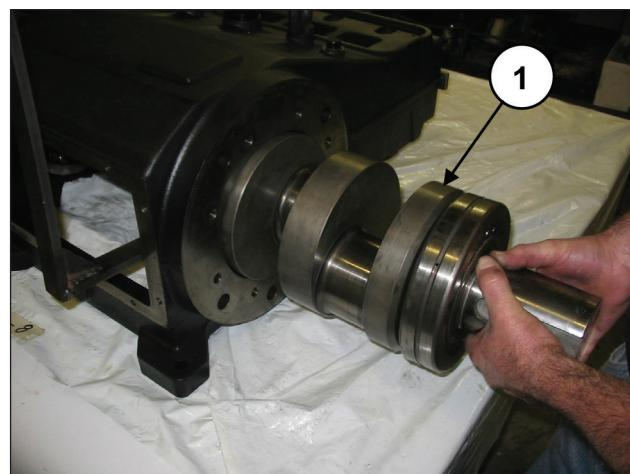
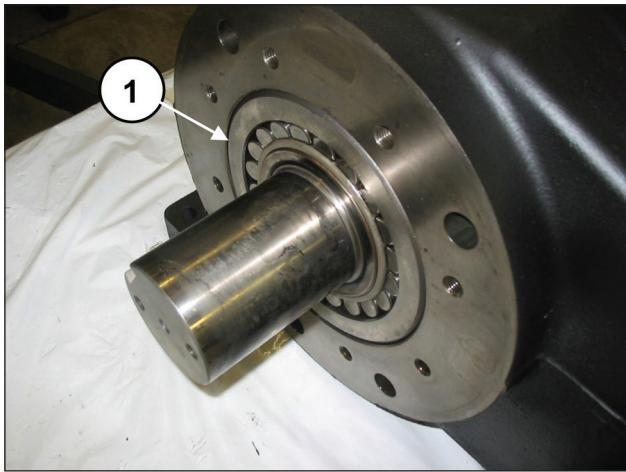

图30
图44
抽出轴和轴承（位置①，图30）。
插入轴（①，图30），直至预装轴承直至与曲轴箱边缘齐平（①，图44）。